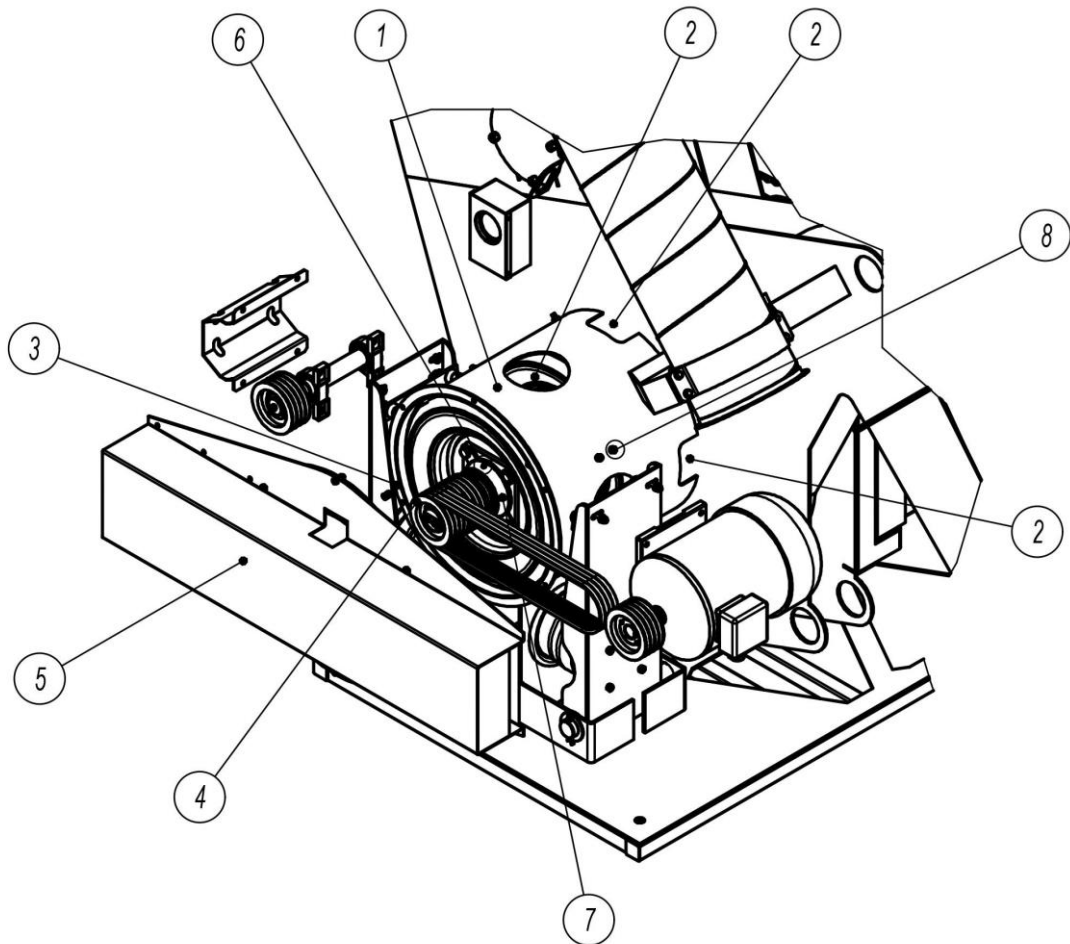

Рис.4.а
Узел амортизации ротора-ускорителя (Рис.4.а) состоит из: обечайки (1) с окнами обслуживания (2), торцевой крышки (3), амортизационного блока (4), кожуха клиноременной передачи (5), пресс-масленок (6) повторной смазки подшипников (7), дистанционных рамок (не показаны), которые установлены внутри обечайки (1) и прикреплены к ней болтами (8).
Амортизационный блок (Рис.4.б) узла амортизации ротора-ускорителя (Рис.4.а) состоит из: колесных дисков (1) с установленными на них подшипниковыми опорами UKF 218 Н (2), камерных шин 175 R 16 С (3) с ниппелями подкачки (4), вала (5) привода ротора-ускорителя, ведомого шкива (6).
Система амортизации ротора-ускорителя работает следующим образом: воздух насосом через ниппели (Рис.4.б, поз. 4) накачивается в камерные шины (Рис.4.б, поз. 3), которые удерживаются от смещения дистанционными рамками и торцевой крышкой (Рис.4.а, поз. 4). С увеличением давления воздуха жесткость камерных шин увеличивается. Давление воздуха в камерных шинах следует поддерживать на уровне 0.5...1.5 кгс/см², в зависимости от амплитуды колебаний приводного вала ротора-ускорителя. При чрезмерном увеличении давления в камерных шинах может появиться вибрация на корпусе изделия, при недостаточном давлении, шины могут проворачиваться внутри обечайки.